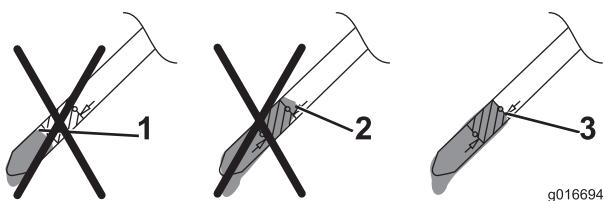

Figure 34
12. Observez le niveau d'huile indiqué par la jauge (Figure 34).
- Si le niveau n'atteint pas le bas, versez **lentement** une petite quantité d'huile dans le goulot de remplissage, attendez 3 minutes puis répétez les opérations 10 à 12 jusqu'à ce que le niveau d'huile soit correct, comme montré à la Figure 34.